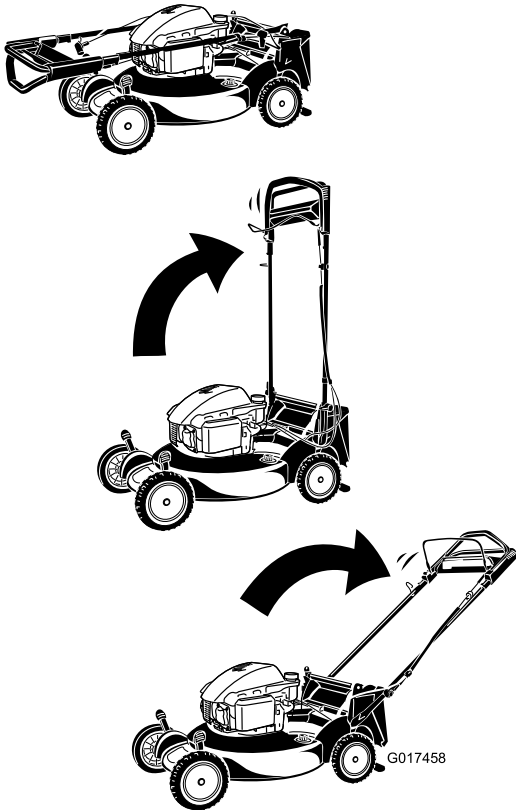

Figura 6
3. Doble el manillar hacia atrás (**Figura 6**).